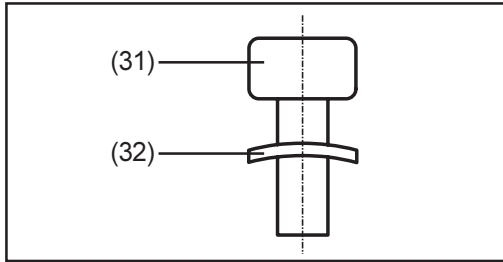

Abb. 21
Hinweis! Vor dem Ansetzen der Schrauben M4x14-TX20 (31), die Tellerfedern (32) gemäß Abb.21 auf die Schrauben M4x14-TX20 (31) aufschieben.